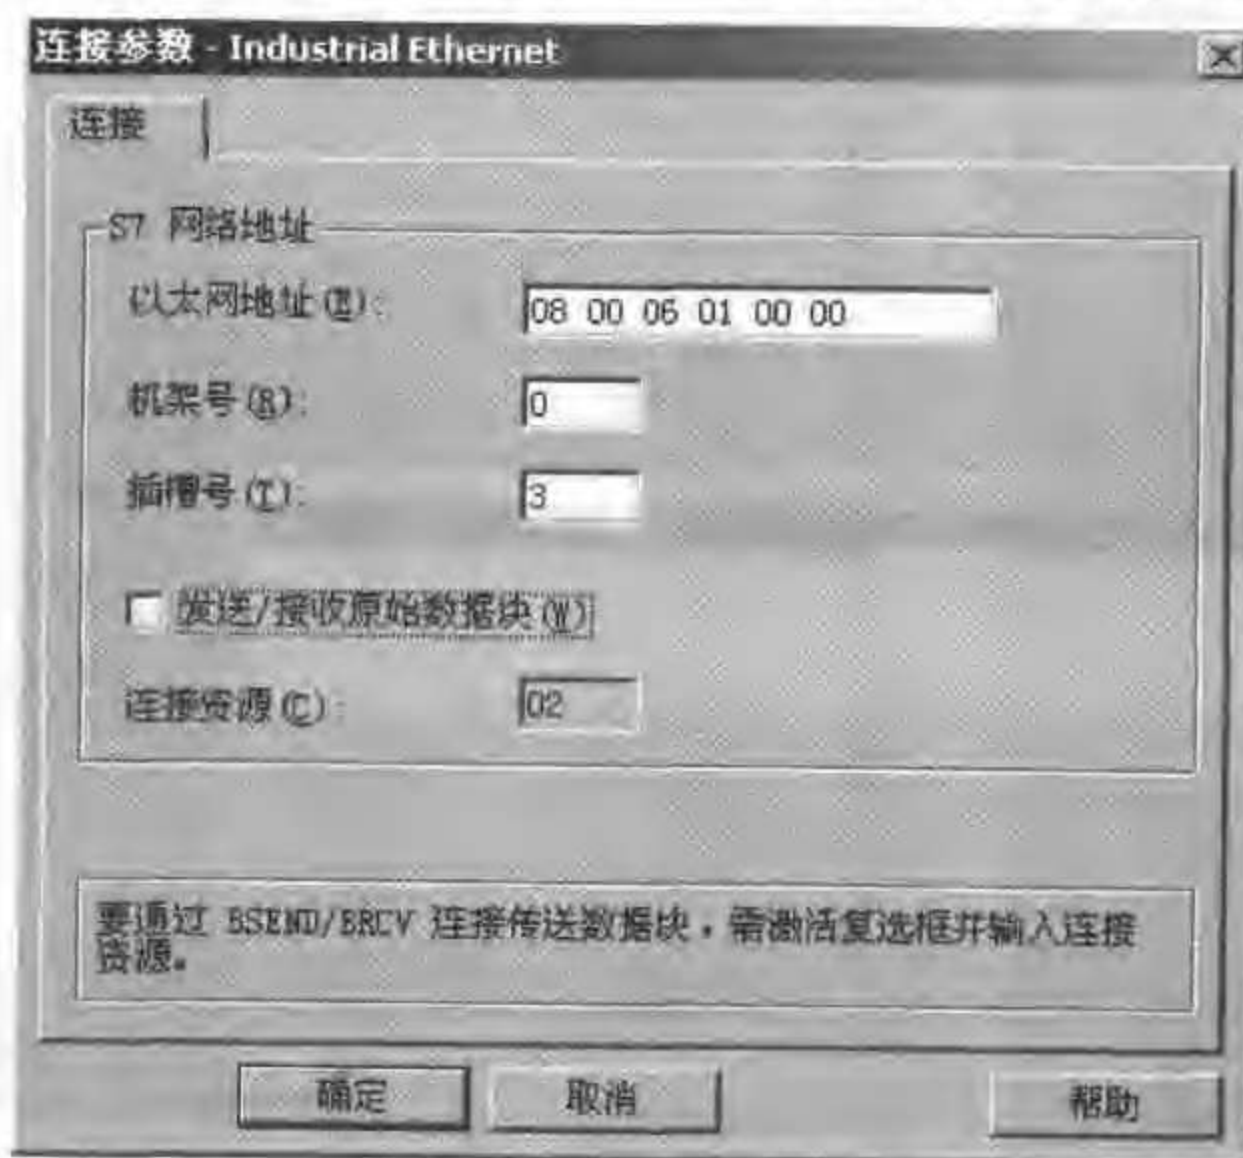

图 11-7 工业以太网连接的参数设置
- 在“机架号”文本框中输入 CPU 所在的机架号, 在“插槽号”文本框中指定 CPU 所在的插槽号。此处应输入的是 CPU 的插槽号, 不是通讯处理器的插槽号。如果通讯处理器不是集成在 PLC 的 CPU 上, 则 CPU 与通讯处理器的插槽号不同, 如图 11-7 所示。